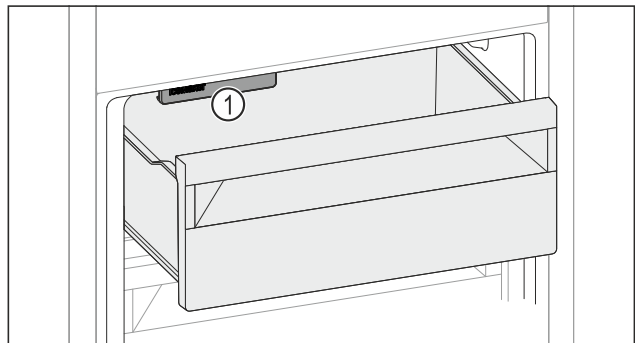

Fig. 223
- ▶ Tenere in considerazione l'IceMaker Fig. 223 (1).